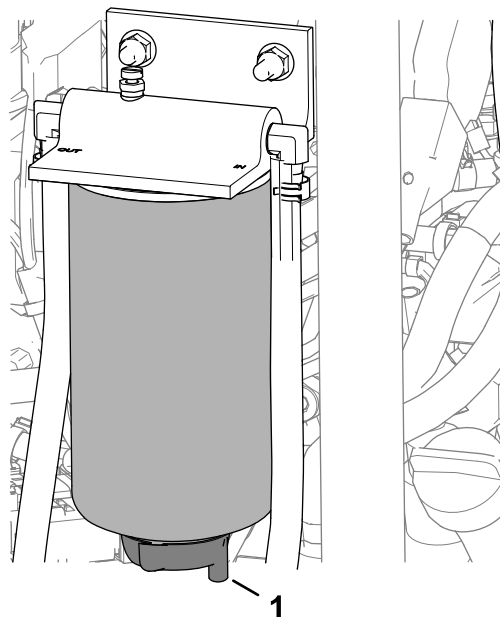

図 119
3. 水セパレータのドレンバルブの下に回収容器を置く 図 119。